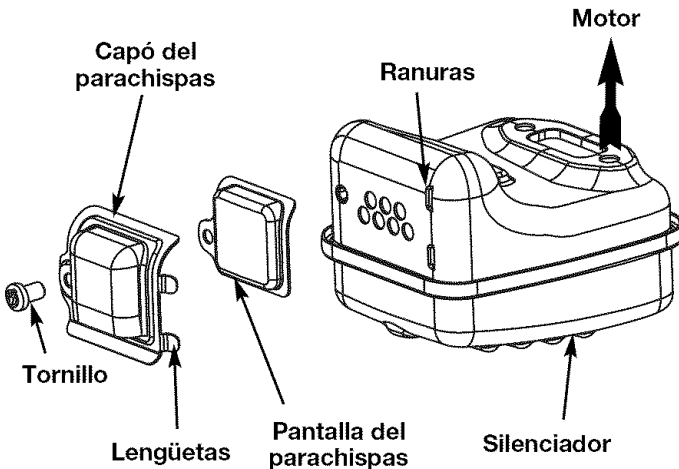

Fig. 22
2. Localice el silenciador, pero no lo quite. Busque los dos (2) tornillos en la parte inferior del silenciador (Fig. 22). Esta tornillo unen el conjunto de deflector de escape y la pantalla del parachispas a la parte inferior del silenciador. Quite el tornillo usando una llave torx No. 20 o un destornillador plano.
6. Coloque la placa del parachispas encima del parachispas con el lado "levantado" hacia arriba mirando al motor (Fig. 22).
7. Coloque el capó del parachispas encima de la placa del parachispas con el lado "levantado" hacia arriba y la apertura mirando en dirección CONTRARIA al motor (Fig. 22). Asegúrese de que el escape se dirija en dirección CONTRARIA al motor.